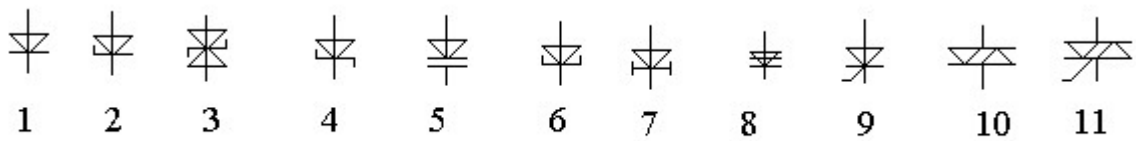

Рис. 3.1.
1.1.23. Указать условно-графическое обозначение стабилитрона (рис.3.1.):